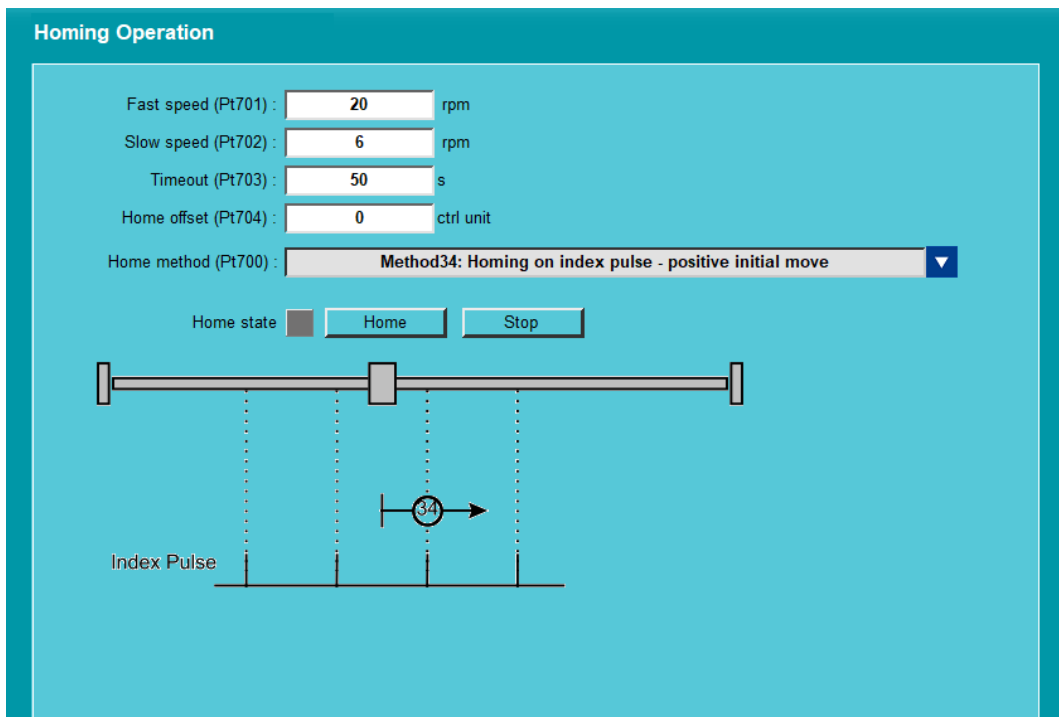

図 1.1.4.1 ホーミング変数の設定
ドライバーのオペレーティングシステム (OS) には、**mHome** というコマンドがあります。これは、ドライバーに組み込まれているホーミング用のコマンドです。プログラミングコードで **mHome = 1** を使用すると、ホーミングメソッド 34 でインデックス信号を直接検索してホーミングが実行されます。ホーミング用の変数は、図 1.1.4.1 に示すように、Thunder の「Homing Operation」ウィンドウで設定できます。